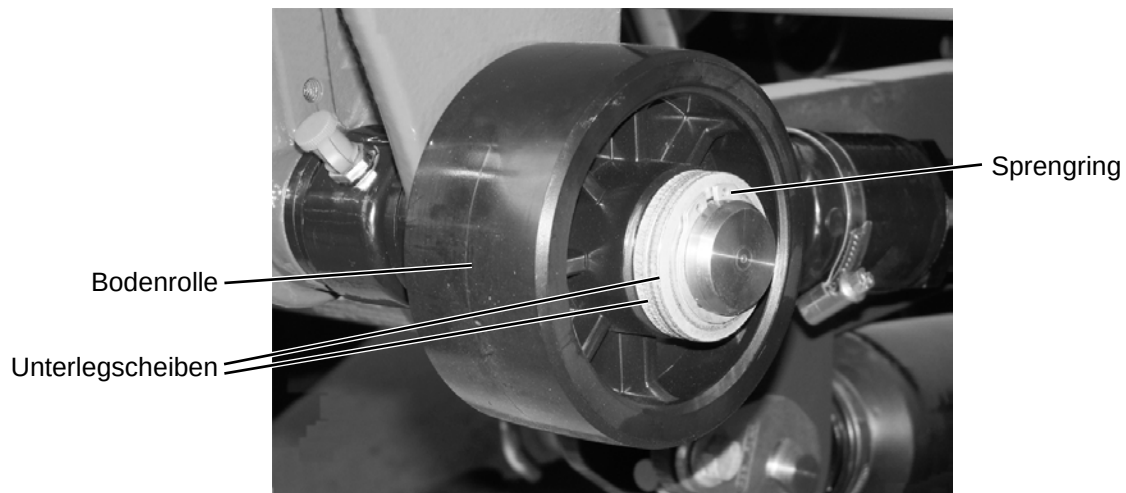

Abbildung 38: Bodenrolle montieren
- ▶ Montieren Sie die Bodenrollen und sichern Sie sie auf den Bolzen jeweils mit einem Sprengring (siehe Abbildung 38).